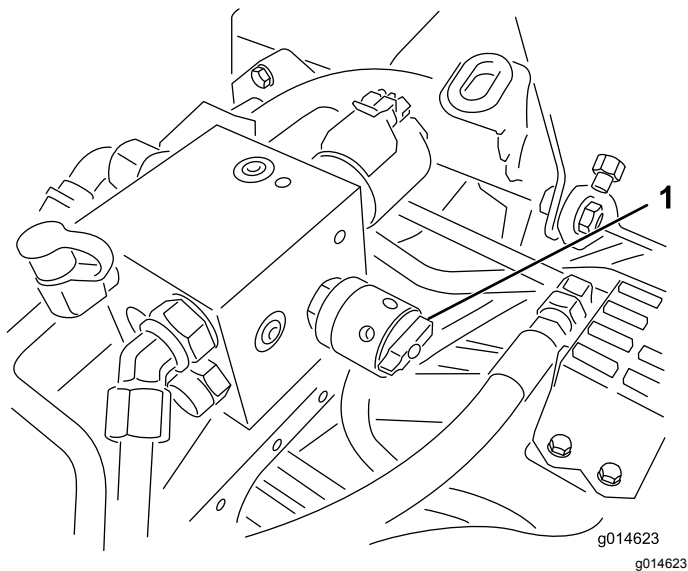

図 50
4. リールの速度を設定するには、リール速度コントロールのノブ(図 50)を回して、ノブの矢印を、ステップ3で決めた数値に合わせる。